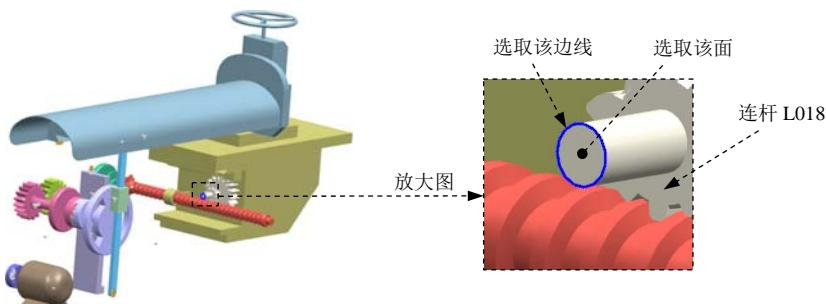

图10.9.26 定义旋转副（十）
(1) 定义运动副类型。在“运动副”对话框定义选项卡的类型下拉列表中选择旋转副选项。
(2) 选择连杆。选取图10.9.26所示的连杆L018。
(3) 定义原点及矢量。在“运动副”对话框的✓ 指定原点下拉列表中选取“圆弧中心”选项，在模型中选取图 10.9.26 所示的圆弧为定位原点参照；选取图 10.9.26 所示的面作为矢量参考面。
(4) 单击应用按钮，完成第十八个运动副的添加。